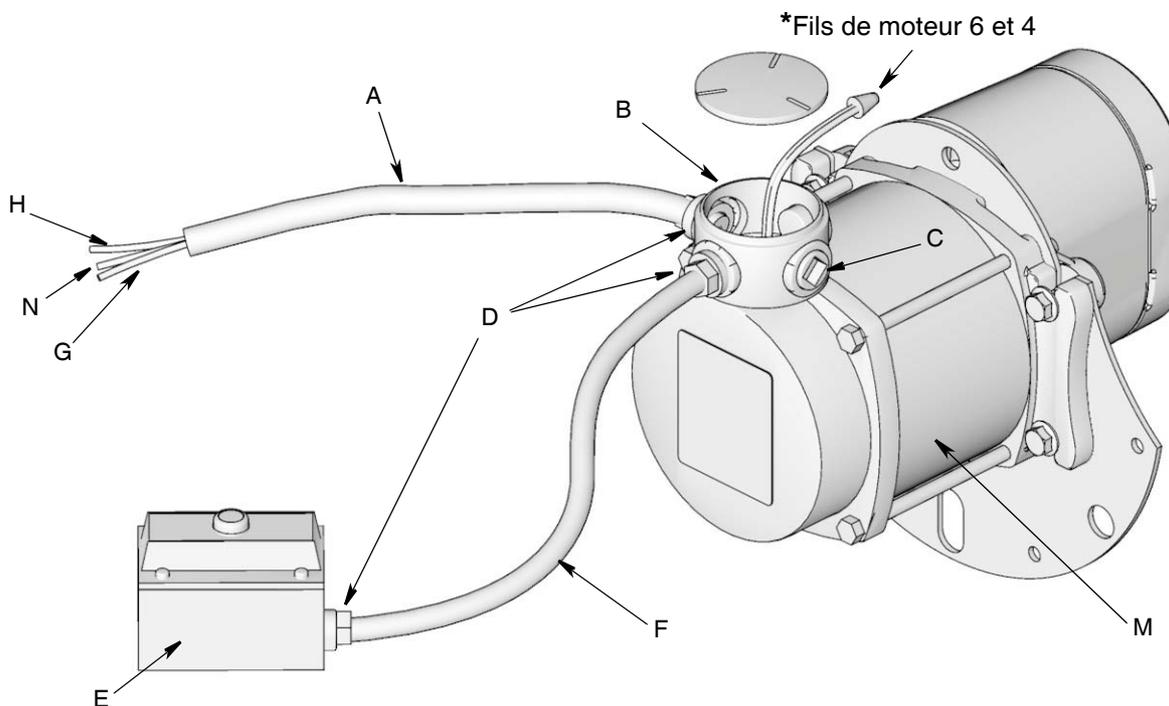
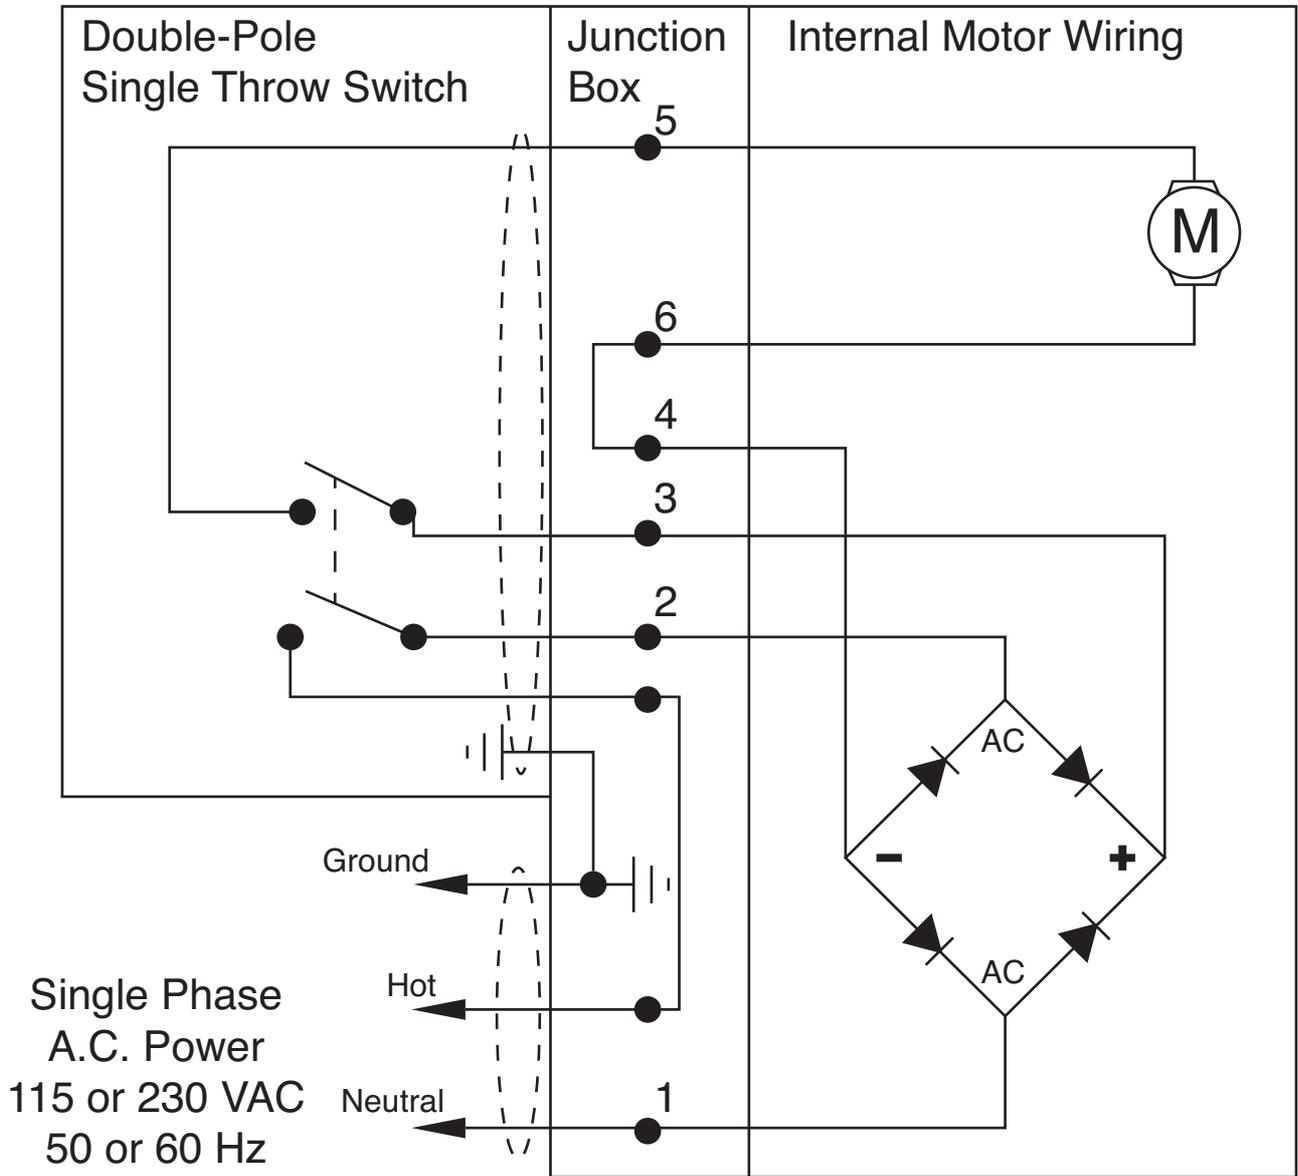

FIG. 10
FIG. 11
Respectez le plan de câblage indiqué à la FIG. 10 et le Schéma du câblage indiqué à la FIG. 11.
- c. Appliquez une mince couche de graisse sur le joint torique (18).
- d. Installez la sortie (17) sur l'enrouleur.
- e. Réinstallez les boulons (19). Serrez fortement les quatre boulons. Serrez les boulons à un couple entre 32,54 et 40,67 N•m (entre 24 et 30 pi-lb).
- Moteurs électriques - modèles CA - inversez les fils 5 et 6 (FIG. 11, page 22).